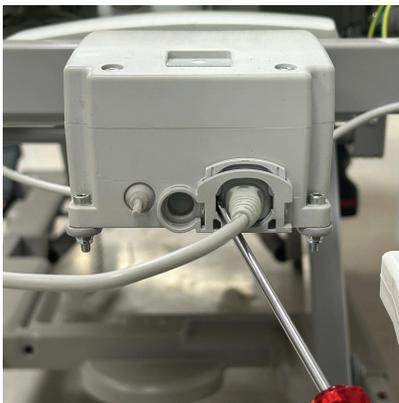

Abbildung 9 – Netzkabelarretierung eindrücken
3. Mit einem kleinen flachen Schraubendreher die Batteriekabelarretierung eindrücken. Batteriekabel herausziehen (Abbildung 9).